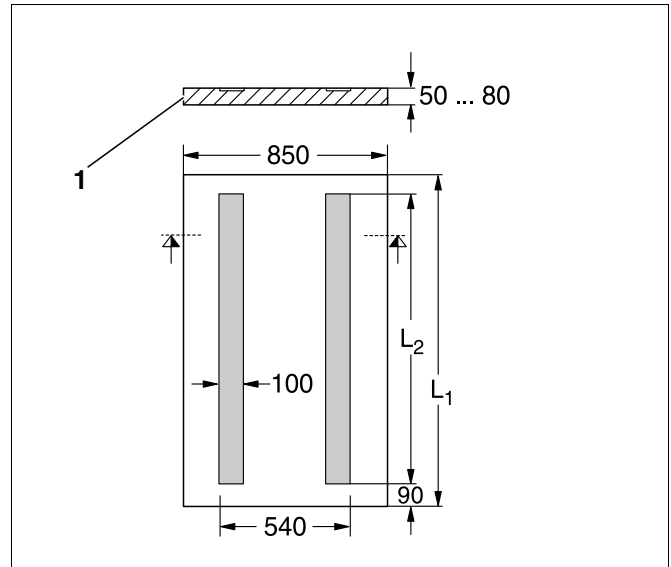

Fig. 7 Fundamentets mål (mål i mm)
Hvis bundrammen, der kan fås som tilbehør, ikke anvendes, kan der fremstilles et betonfundament på opstillingsstedet. Ved opbygning af fundamentet skal der lægges vinkelstål med målene 100 x 50 x 8 mm eller fladstål med målene 100 x 5 mm for at sikre, at kedelelementerne ikke glider under kedelmonteringen (se fig. 7 og nedenstående tabel).
Det er en fordel at opstille kedlen på et 50-80 mm højt fundament (fig. 7, **pos. 1**). Opstillingsfladen skal være fuldstændig jævn og vandret. Kedlens forkant bør flugte med fundamentets kant.